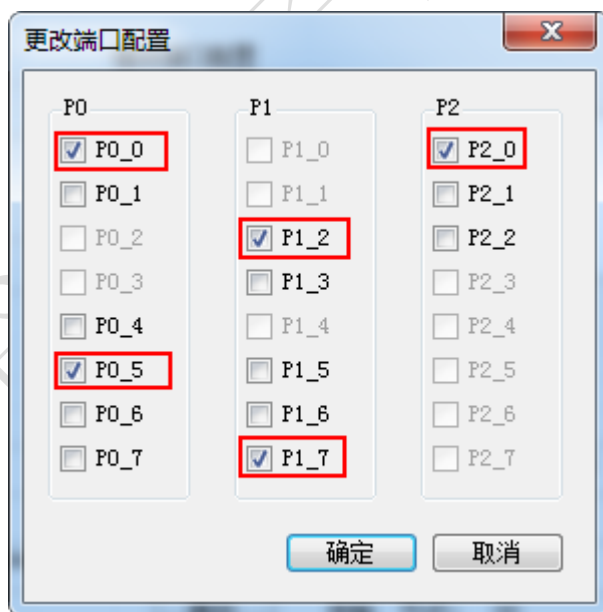
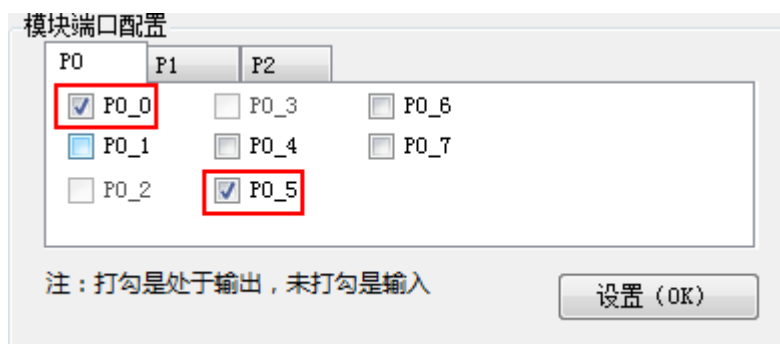

图 10 引脚输出
图 11 端口 P0 配置
- 在 P0_0, P0_5, P1_2, P1_7, P2_0 引脚上打勾，其中灰色的引脚表示此引脚被占系统占用不能被用户使用。如图 10 所示。输出引脚确定之后，点击**确定**按钮，取消设置点击**取消**按钮。本例子中我们点击**确定**按钮，将 P0_0, P0_5, P1_2, P1_7, P2_0 引脚设成输出。
- 在图 10 中点击确定按钮之后，对话就会关闭，返回到软件的主界面。此时主界面中相应端口引脚就会出现打勾现象。如图 11, 12, 13 所示。